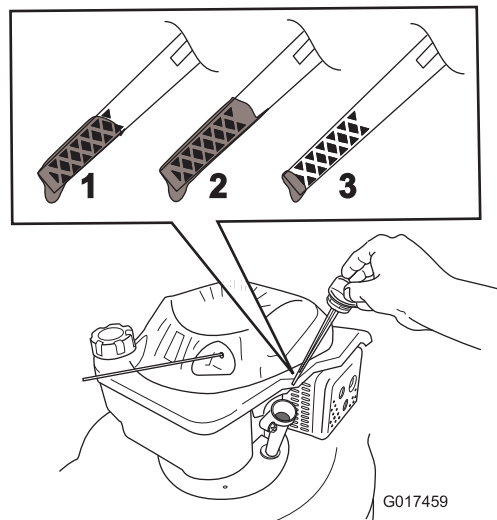

Figura 6
2. Retire la varilla (Figura 6) y vierta aproximadamente tres cuartas partes de la capacidad total del cárter por el tubo de llenado de aceite.
5. Retire la varilla y compruebe el nivel de aceite en la misma (Figura 6).